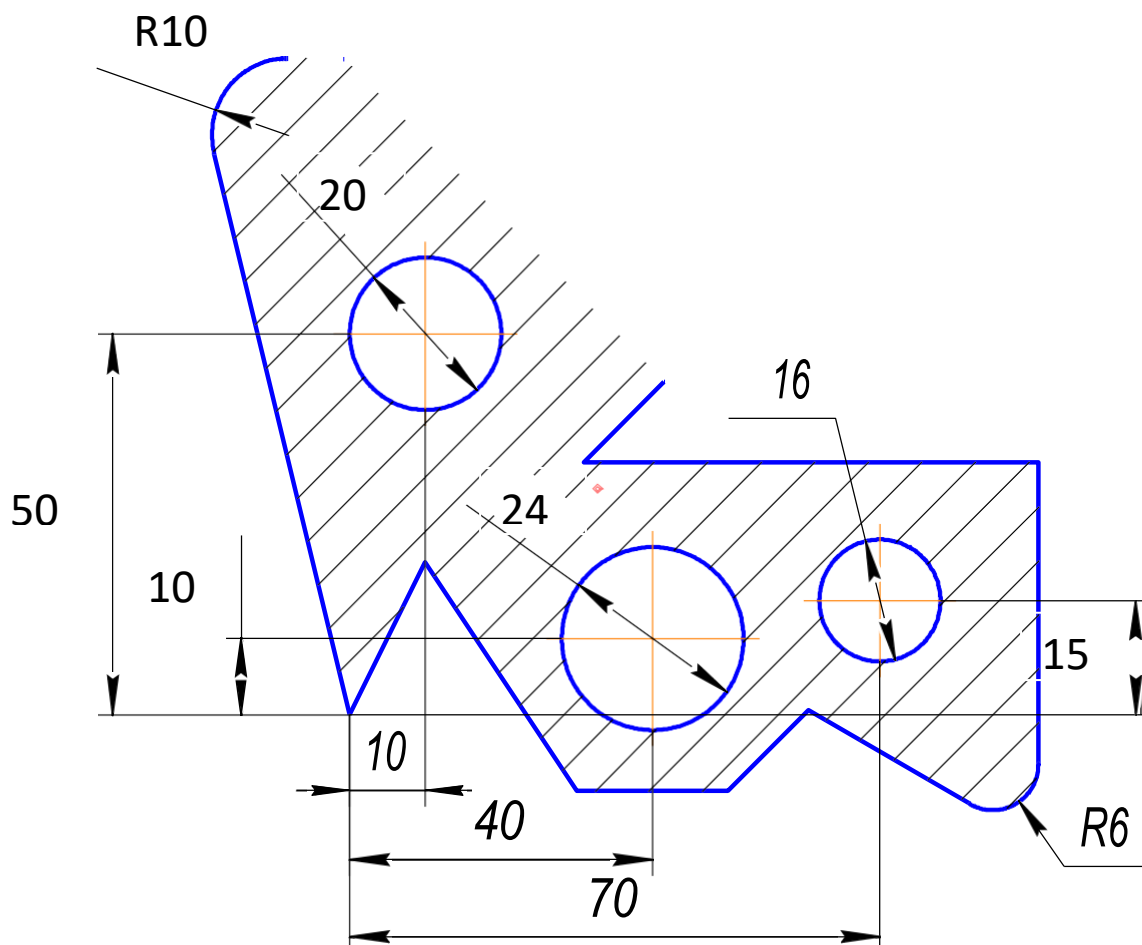
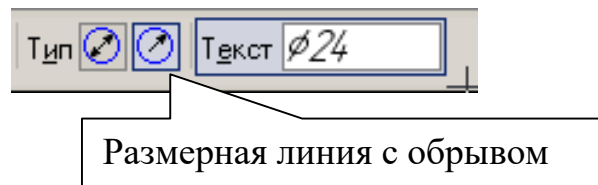

Рис. 1
Рис. 12
Задание (рис. 1):
- Проставьте размер радиуса $R10$. Для этого установите курсор на дуге, щелкните левой кнопкой мыши и расположите размер согласно рис. 1.
В параметрах: в **размещении текста** установите **на полке вправо**, рис. 9, **Стрелка – Снаружи**, рис. 10. Проставьте размер согласно рис. 1. Прервите команду.
- Для простановки диаметра $\varnothing 20$ мм в автоматическом режиме установите курсор на окружности, щелкните левой кнопкой мыши и расположите размер согласно рис. 1.
- Для простановки диаметра $\varnothing 16$ мм на полке установите курсор на окружности, щелкните левой кнопкой мыши, активизируйте **Параметры -Размещение текста - На полке вправо** (рис. 49) и расположите размер согласно рис. 1.
- Для простановки диаметра $\varnothing 24$ с обрывом в ручном режиме установите курсор на окружности, щелкните левой кнопкой мыши, активизируйте кнопку **Размерная линия с обрывом**, рис. 12. Сделайте активными **Параметры – Размещение текста – Ручное** (рис. 9). Расположите размер согласно рис. 1.